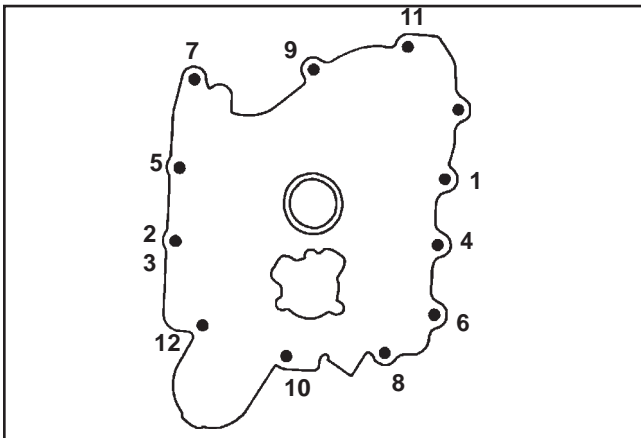

Figure 11-20. Séquence de serrage des fixations de la plaque de fermeture.
4. Serrer les fixations selon la séquence de la figure 11-20 au couple 24,4 N·m (216 in. lb.).